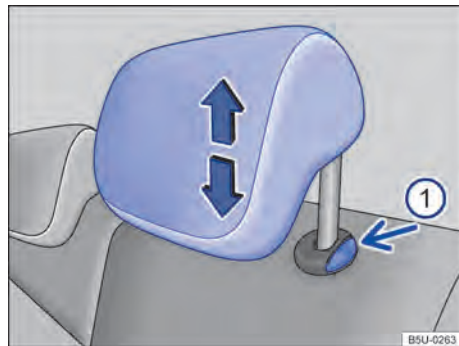
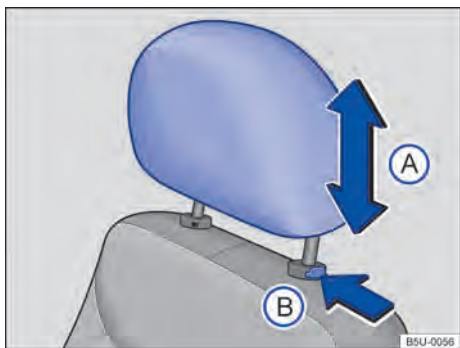

Fig. 59 Apoyacabezas trasero: ajustar, montar y desmontar.
Fig. 58 Apoyacabezas delantero: ajustar, montar y desmontar.
- Empujar el apoyacabezas hacia arriba o hacia abajo en el sentido de la flecha → **fig. 58 (A)** → **▲** en *Introducción al tema* de la pág. 67.
- Mover el apoyacabezas hacia arriba o hacia abajo en el sentido de la flecha con la tecla → **fig. 59 (1)** presionada → **▲** en *Introducción al tema* de la pág. 67.
- Presionar la tecla → **fig. 58 (A)** o → **fig. 59 (1)** en el sentido de la flecha. Retire el apoyacabezas mientras presiona la tecla.
- Empujar el apoyacabezas completamente hacia abajo con la tecla → **fig. 58 (A)** presionada.
- Empujar hacia abajo el apoyacabezas con el botón → fig. 59 ① presionado.